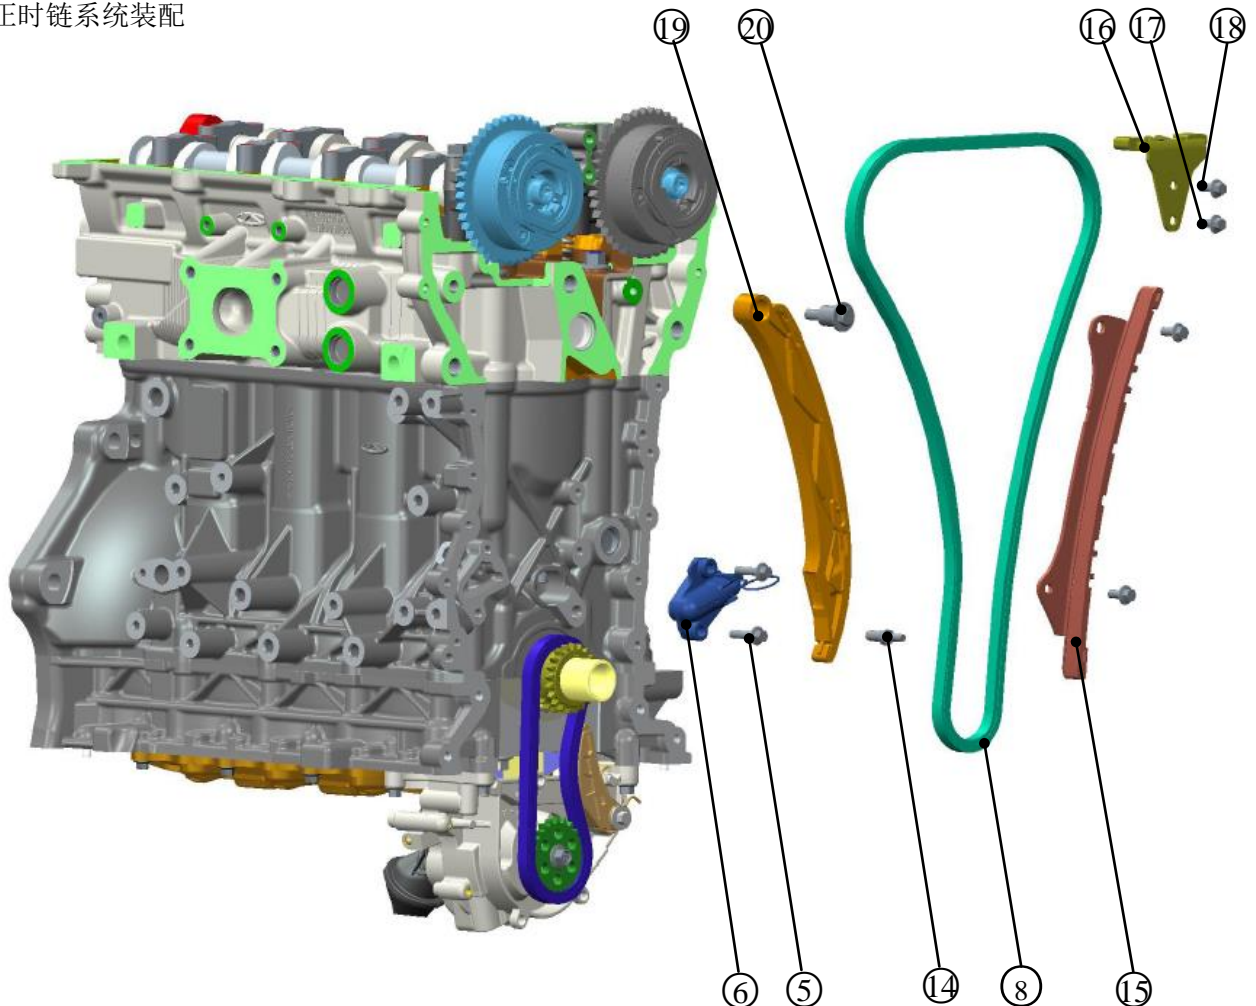

图 I-3 正时链系统装配图
H、检查液压张紧器总成 ⑥ 安装面是否有磕碰等缺陷，确保安装面完好无损，将液压张紧器总成 ⑥ 装配到缸体上，见图 I-3；